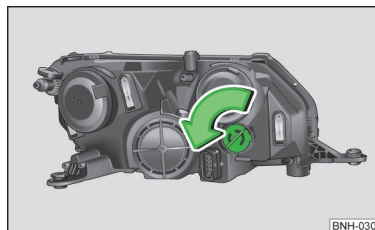

Fig. 152
- Rotiți soclul împreună cu becul » fig. 152 până la limită, în sensul săgeții, și extrageți-l.